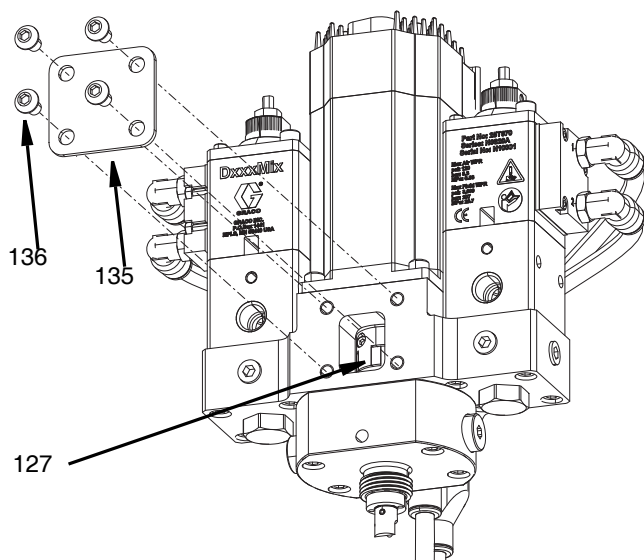
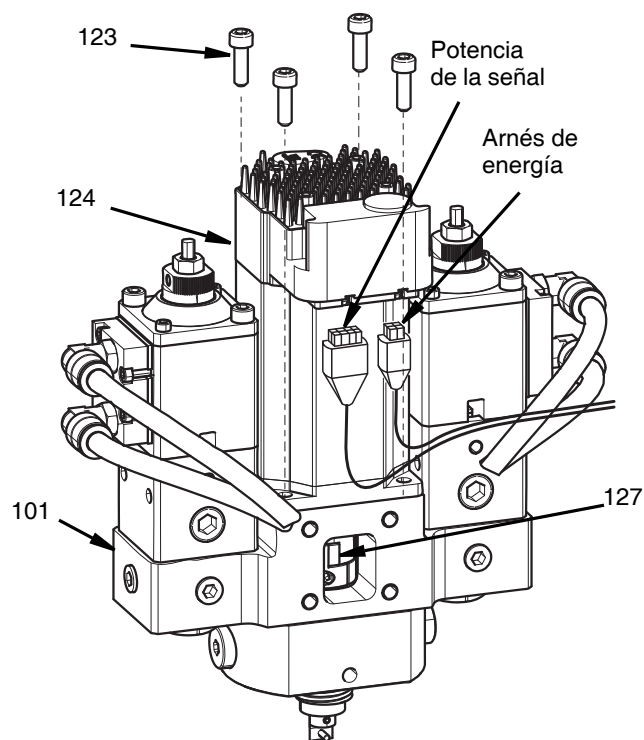

FIG. 31
FIG. 34
2. Retire la cubierta del acoplamiento (135) quitando los cuatro tornillos M6 (136) con una llave Allen de 5 mm.
3. Afloje el tornillo de la abrazadera en la parte inferior del acoplamiento giratorio (127) con una llave Allen de 2,5 mm. Ver FIG. 31.
3. Retire los cuatro tornillos M6 que sujetan la cubierta del acoplamiento con una llave Allen de 5 mm. Vea la FIG. 31 en la página 40.
4. Afloje el tornillo de la abrazadera M3 en la parte superior del acoplador (127) con una llave Allen de 2,5 mm. NOTA: No use una llave Allen de punta esférica.
5. Retire los cuatro tornillos M5 (123) con una llave Allen de 4 mm.
6. Retire el motor (124). Ver FIG. 34.